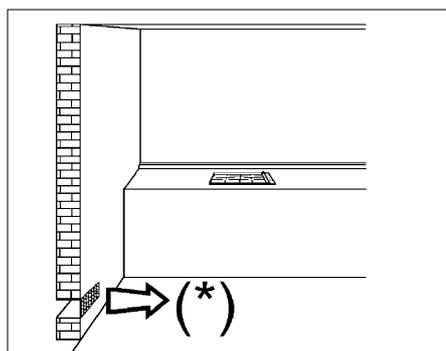
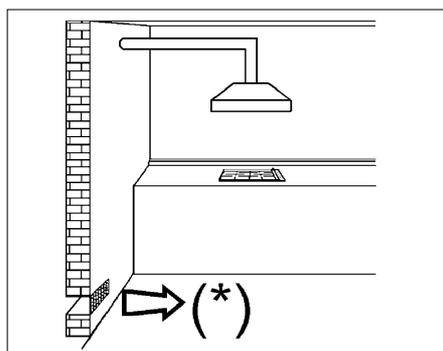
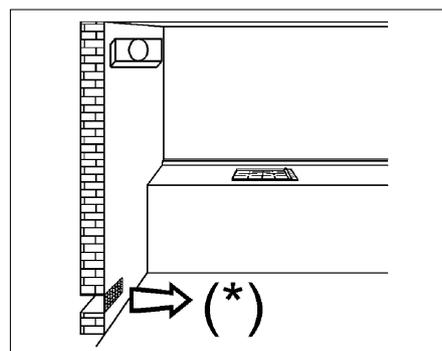

ABB. 3
ABB. 4
ABB. 5
- wenn man ein Gaskochgerät benutzt, entstehen Wärme und Feuchtigkeit in dem Raum, in dem es installiert ist. Daher ist für eine gute Lüftung des Raumes zu sorgen, indem man die Öffnungen für die natürliche Belüftung (Abb. 3) freihält und die mechanische Belüftungsvorrichtung (Abzughaube oder Elektroventilator, Abb. 4 und Abb. 5) einschaltet.
Der Raum, in dem das Gerät installiert wird, muss unbedingt ständig belüftet sein, um eine korrekte Funktion des Geräts zu gewährleisten. Die nötige Luftmenge entspricht derjenigen, die für die ordnungsgemäße Gasverbrennung und Belüftung des Raumes mit einem Mindestvolumen von 20 m3 nötig ist. Der natürliche Luftzufluss muss auf direktem Weg durch in der Wand des zu belüftenden Raums angebrachte permanente Öffnungen nach außen mit Mindestquerschnitt von 100 cm2 erfolgen (siehe Abb. 3). Diese Öffnungen müssen so beschaffen sein, dass sie nicht verstopft werden können.
Die durch Gaskochgeräte entstandenen Verbrennungsrückstände müssen immer durch mit dem Kamin oder Kaminrohre verbundene Abzugshauben oder direkt ins Freie geleitet werden (siehe Abb. 4). Für den Fall, dass keine Möglichkeit für die Anbringung einer Abzugshaube existiert, ist auch der Gebrauch eines im Fenster oder in der Wand angebrachten Ventilators zulässig, der die Verbrennungsrückstände nach außen ableitet. Der Ventilator ist dabei zugleich mit dem Gerät einzuschalten (siehe Abb. 5), wobei auf jeden Fall die die Ventilation betreffenden Vorschriften in den Normen beachtet werden müssen.